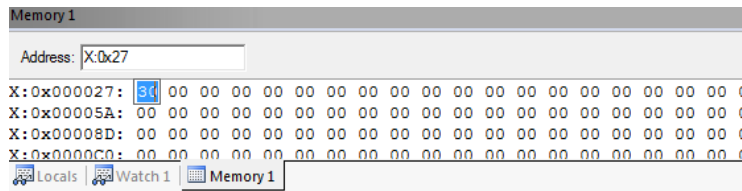

图 4.2.4
1. 双击 **Memory** 中地址相应的值，进行修改，如图 4.2.4